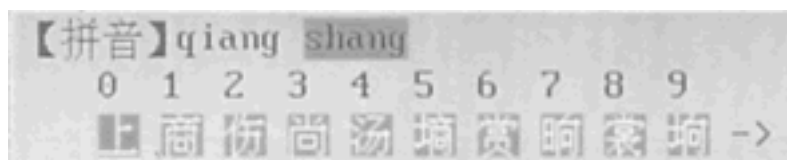

图 6-2 拼音输入 2
b. 此时有两个重码，按右键选择“shang”后，按“确定”键，如图 6-2 所示，